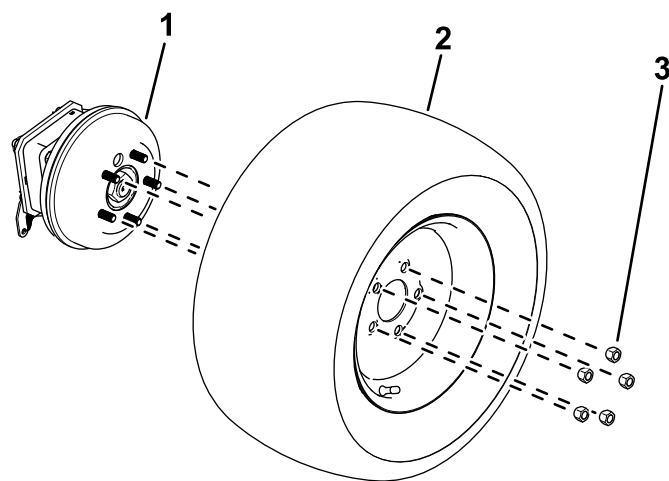

Рисунок 12
1. Ослабьте и отверните зажимные гайки колес (Рисунок 12).
2. Снимите колеса со ступиц колес (Рисунок 12).
1. Прикрепите колеса к ступицам с помощью ранее снятых зажимных гаек (Рисунок 12).